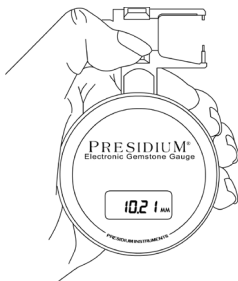

Fig. 2.1
- Presidium Electronic Gem Gauge deve essere impugnato nel palmo della mano destra o sinistra. Controllare il meccanismo di scorrimento con il pollice. (**Fig. 2.1**)